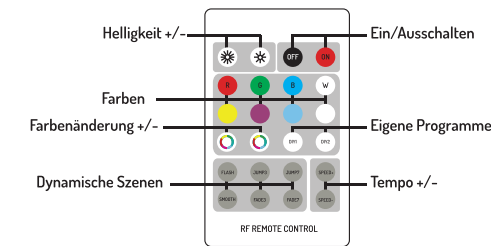

Abb. 3
Schritt 1: Drücken und halten Sie die "FLASH"-Taste auf der Fernbedienung (Abb.3), schalten Sie den Controller ein, LEDs die an den Controller angeschlossen sind glühen mit 50% Helligkeit weiß.
Schritt 2: Durch dreimaliges Drücken der "FLASH"-Taste auf der Fernbedienung (Abb.3) innerhalb von 3 Sekunden ändert sich die Helligkeit der LED um 25% -10% - und dann bestätigt die Steuerung den Programmiervorgang durch dreimaliges Blinken des Bandes.
Schritt 1: Drücken und halten Sie die "SMOOTH"-Taste auf der Fernbedienung (Abb.3) und halten Sie diese gedrückt, schalten Sie den Controller ein, die an den Controller angeschlossenen LEDs mit 50% Helligkeit weiß leuchten werden.